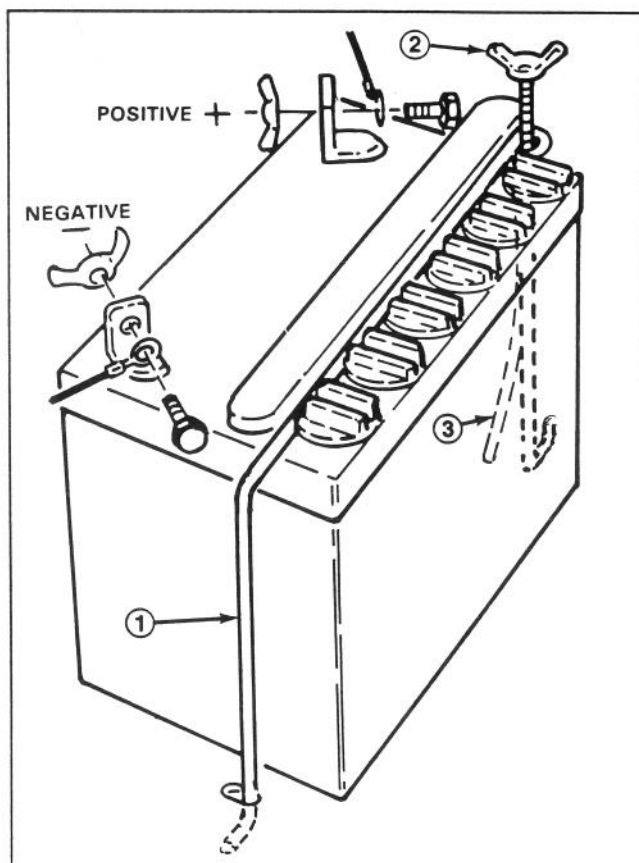

Abbildung 3
2. Die Flügelmutter von den Batteriesicherungsbügeln entfernen (Abb. 3).
8. Die Batterie mit nach hinten weisenden Batteriepfosten in die Maschine einlegen; dabei die Entlüftung durch das Loch im Rahmen führen (Abb. 3).
10. Das Stromkabel (+) am Plus-Terminal, das Masse (-)-Kabel am Minus-Terminal anklemmen und mit den Sechskantschrauben und Flügelmutter absichern (Abb. 3).